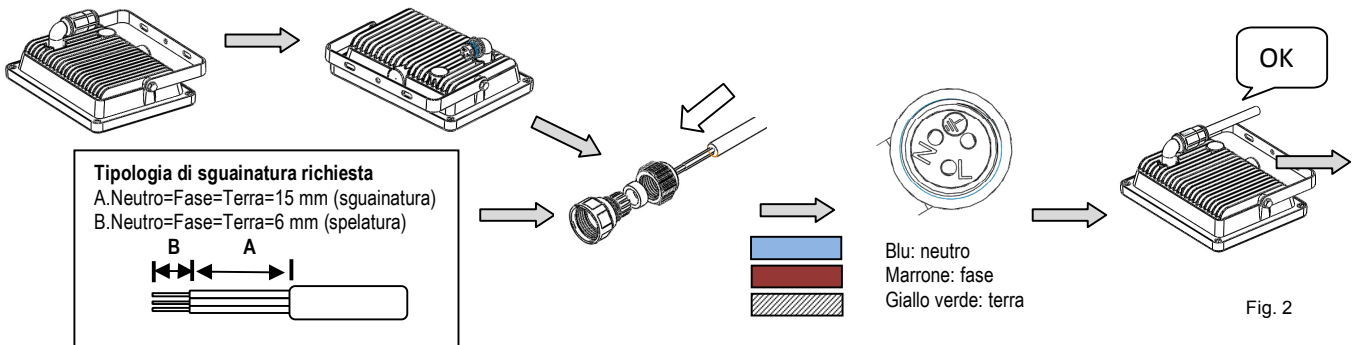

Fig. 2
9. Vedi sequenza illustrata di montaggio come da fig. 2